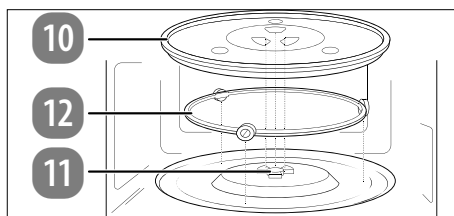

Fig. 6 – Insertion du plateau tournant
- ▶ N'utilisez pas le four à micro-ondes sans que le plateau tournant en verre (10) soit inséré correctement.
- ▶ Vérifiez que l'arbre d'entraînement (11) est correctement placé dans l'évidement situé au fond de l'espace de cuisson et qu'il repose avec ses branches à plat dans la cavité. Tournez éventuellement l'arbre d'entraînement (11) jusqu'à ce qu'il descende dans sa position correcte.
- ▶ Placez l'anneau à roulettes (12) dans le renforcement prévu dans l'espace de cuisson, puis posez le plateau tournant en verre (10) au centre sur l'arbre d'entraînement (11) (**voir Fig. 6**) de façon à ce que les barrettes du plateau tournant en verre (10) se placent entre les branches de l'arbre d'entraînement.